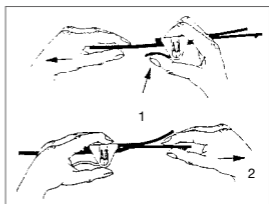

Fig. 5 Hodebånd Lightweight, optisk
Justering av **hodebåndet Lightweight** (se fig. 5): For å justere for hodestørrelse kan hodebåndet utvides ved å trykke på hendelen (1) og strammes ved å dra i den frie enden (2).